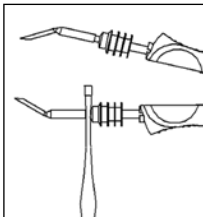

Abbildung 9a
- Lötspitze/Entlöteinsatz mit Spitzenwechsellpinzette greifen und vor- sichtig nach vorne abziehen (Abb. 9a + 9b).